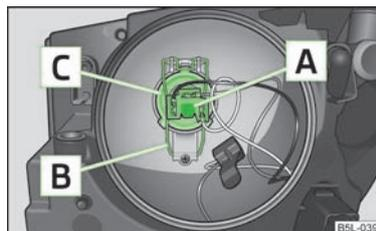

Fig. 171 Démontage des ampoules pour les feux de route et les feux de croisement
- » Débrancher la fiche **A** » fig. 171.